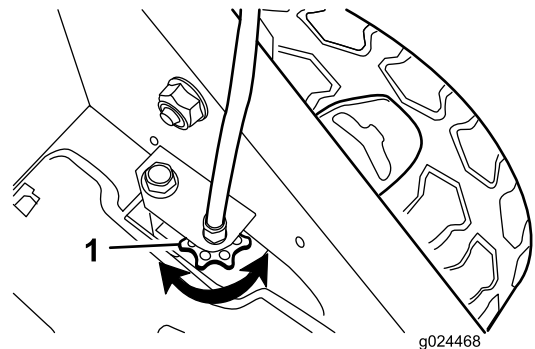

Bild 27
- Wenn sich die Räder nicht bei eingekuppeltem Selbstantriebsbügel drehen, ist der Treibriemen zu lose. Drehen Sie das Steuerhandrad für den Radantrieb (**Bild 27**) um eine Umdrehung nach rechts und wiederholen Sie die Schritte 4 bis 6.
- Wenn sich die Räder drehen, bevor der Selbstantriebsbügel ganz eingekuppelt ist, ist der Treibriemen zu fest. Drehen Sie das Steuerhandrad für den Radantrieb (**Bild 27**) um eine Umdrehung nach links und wiederholen Sie die Schritte 4 bis 6.